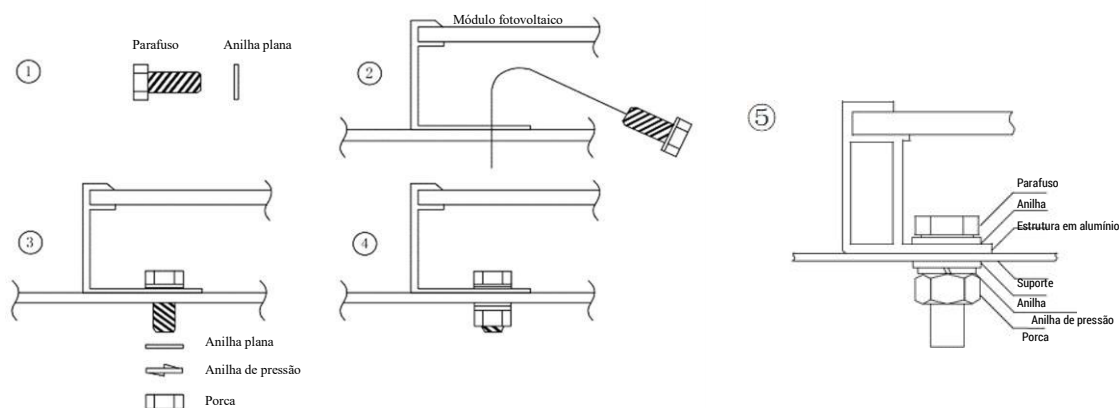

Figura 4
- O método e as especificações dos elementos de fixação são indicados na **Figura 4** abaixo: